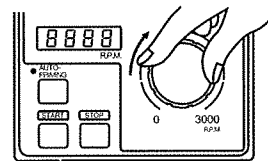

図5
6. 血液流出側ラインをクランプしたままで、モーター回転数調節ツマミを回転させポンプ回転を最大回転数3000rpmまで上げ約30秒間回転する。この状態で本品内の圧力は最大となるので、本品の漏れや回転のブレ等の異常がないか確認する。（図5）